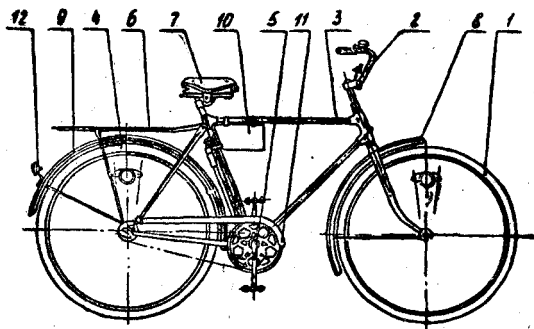
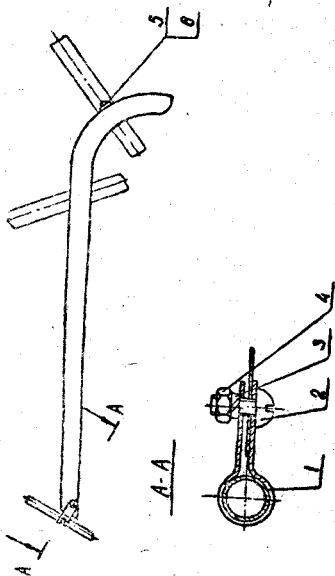

Рис. 1
Рис. 8
Общий вид велосипеда изображен на рис. 1.
Велосипед комплектуется щитком цепи с хомутками (11) (рис. 1). Общий вид щитка цепи изображен на рис. 8.